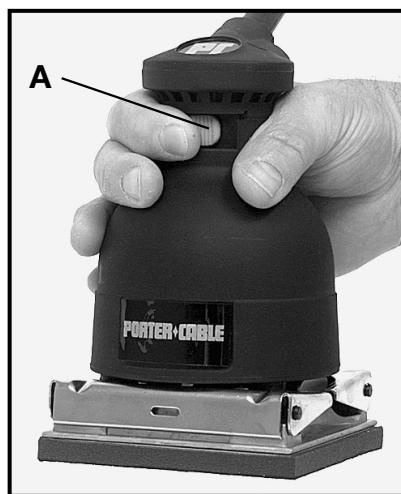

Fig. 3
⚠ ADVERTENCIA Asegúrese que el interruptor (A), Fig. 3 esté apagado, “OFF”.
3. Mientras detiene firmemente la lijadora fuera de la superficie del trabajo, ponga el interruptor (A), Fig. 3 en la posición prendida, “ON”.
La Lijadora para Acabados de Porter-Cable fue diseñada para operarse con una mano (Fig. 3). Por su peso liviano, la falta de vibraciones y un equilibrio perfecto, la lijadora se quía con facilidad sobre la superficie del trabajo con una mano. El peso normal de la máquina es suficiente para lijar eficazmente. No aplique ninguna fuerza adicional a la máquina. Esto sólo sirve para rebajar la velocidad del cojín, disminuir la eficacia de la lijada y sobrecargar el motor. También, puede causar que la lijadora brinque. Deje que la lijadora haga el trabajo.